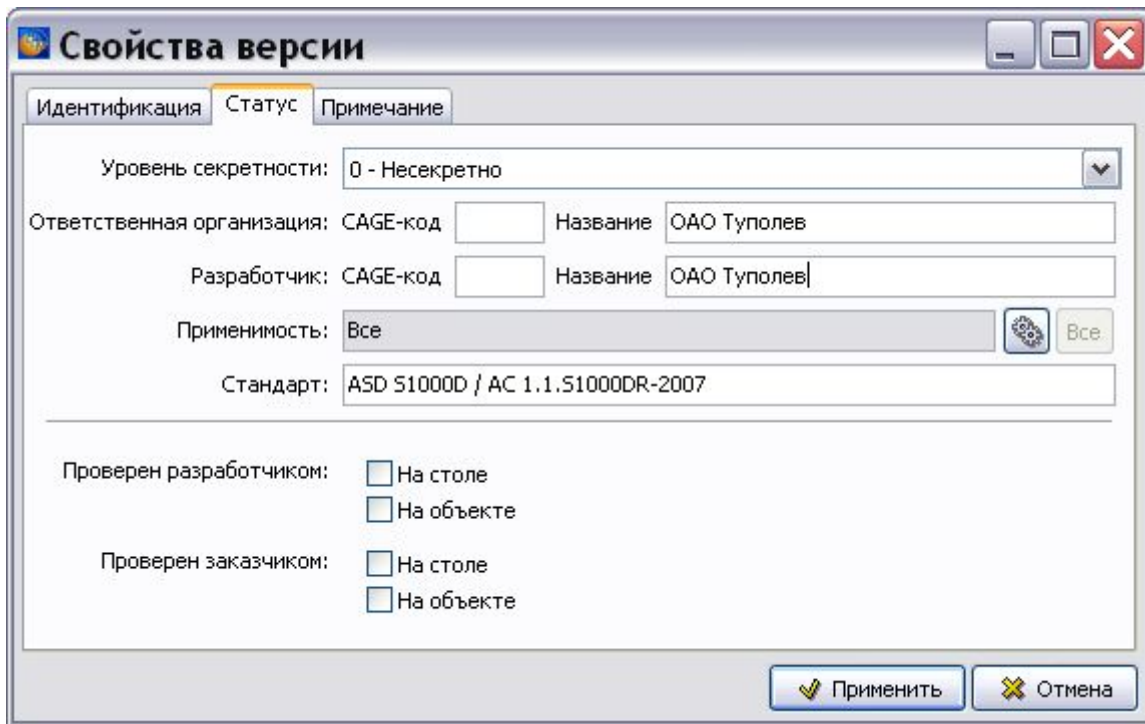

Рис. 10.2
3. В окне **Свойства версии** перейдите на вкладку **Статус**, в которой свойство **Применимость** заполнено по умолчанию записью «Все» (Рис. 10.2).